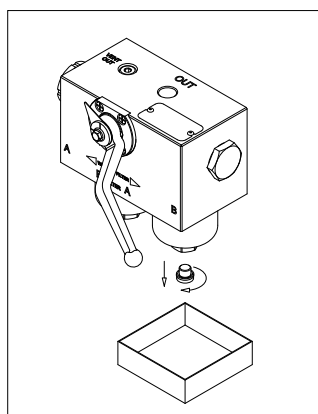

fig. 18
- (Fig. 18) Svitare il tappo di drenaggio predisponendo un recipiente per la raccolta del fluido di lavoro